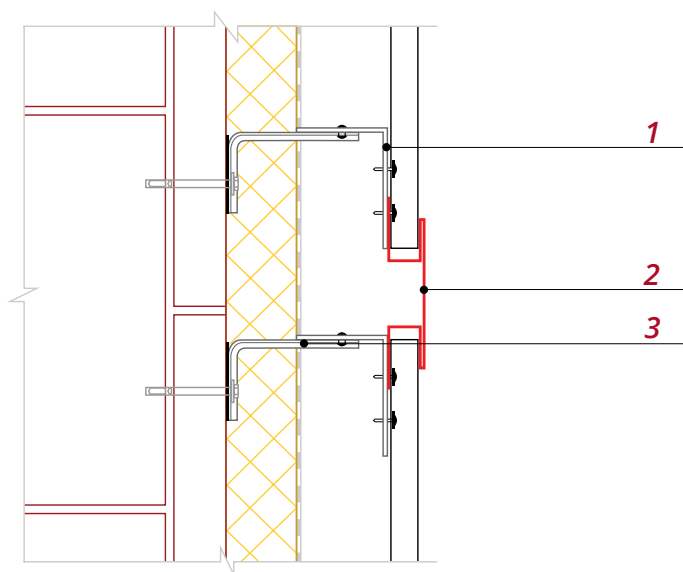

Рис. 15
- Закрепите крепежные кронштейны **1** и крепежные профили **3** в месте предполагаемой стыковки рядов сайдинга, как показано на рис. 15.